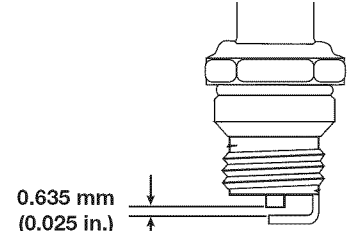

Fig. 33
- Cambie las bujías que estén rajadas, sucias o deterioradas. Fije la separación de aire a **0,635 mm (0,025 pulgadas)** utilizando un calibrador (Fig. 33).